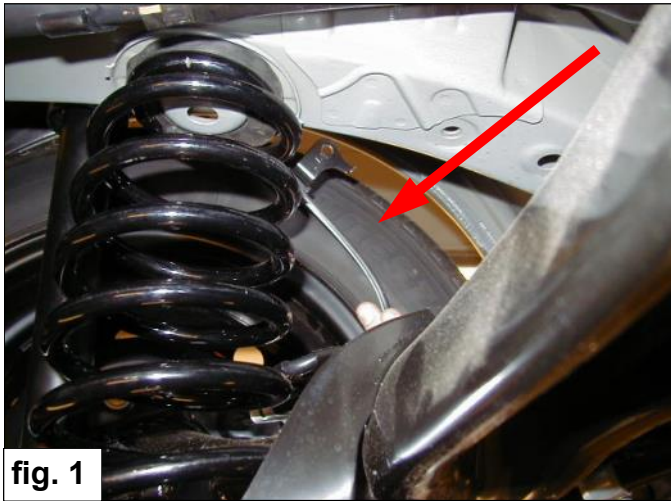

fig. 1
1. Ensemble HV-360401: Démontez l'écrou inférieur de l'amortisseur. **Veillez à ce que les uyaux de frein et les câbles du système ABS ne soient pas tendus.** Voir fig. 1.